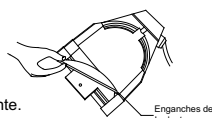

Figura 5
7. En ese momento, retire el dedo, dejando que la lente descance sobre las sujeciones de la lente. (Figura 5).